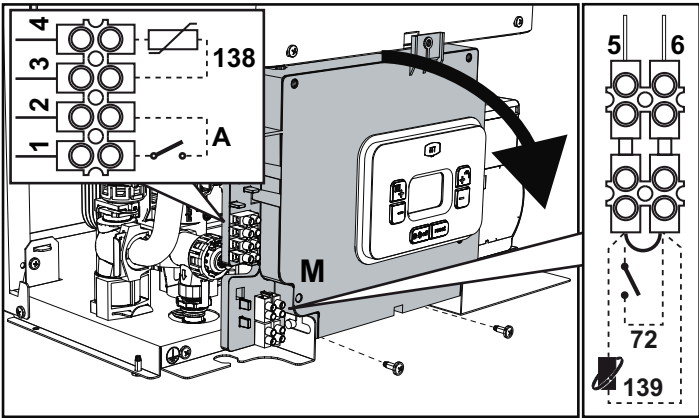
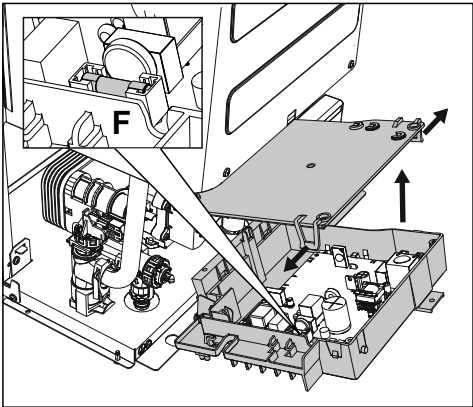

fig. 18
fig. 19
Tras quitar el panel frontal (*** 'Apertura del panel frontal' on page 76 ***), es posible acceder a las regletas de conexión (M) y al fusible (F) según las indicaciones siguientes (fig. 18 e fig. 19). Los bornes indicados en la fig. 18 deben tener contactos secos (no 230V). La posición de los bornes para las diferentes conexiones también se ilustra en el esquema eléctrico de la fig. 40.
Configuración del interruptor ON/OFF (A, fig. 19)